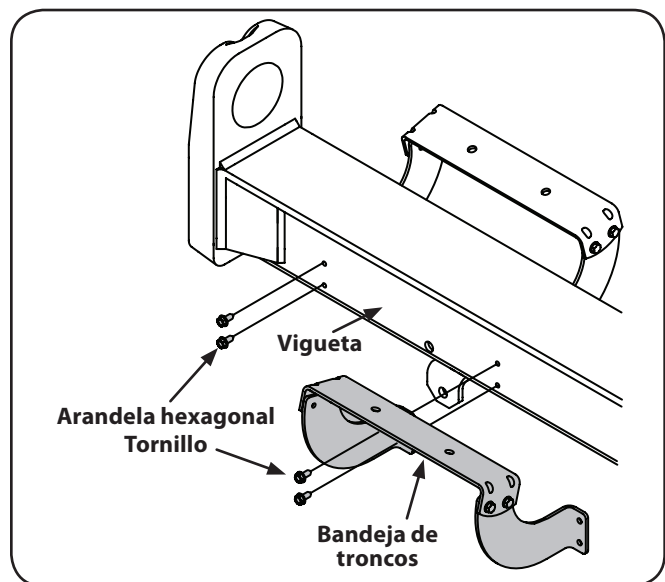

Figura 3-5
15. Desconecte el bandeja de troncos de la viga que está al costado de la válvula de control extrayendo los dos tornillos de las arandelas hexagonales que lo sujetan a la viga y los dos tornillos de las arandelas hexagonales de la viga. Vea la Figura 3-5.